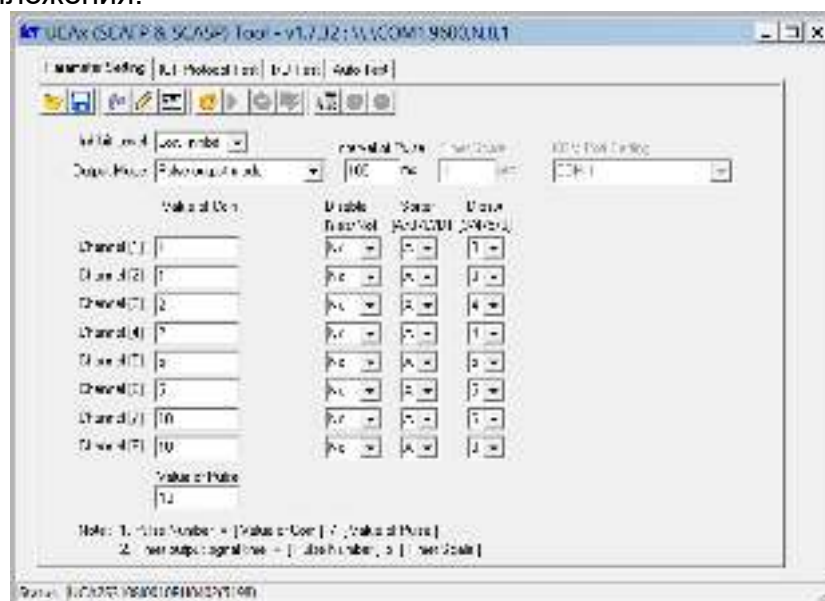

Рисунок 32. Внешний вид окна программы с установленными настройками (приведен пример конфигурации на прием суммы 10 рублей)
3. На ПК установите и запустите приложение для настройки параметров картоприемника ***«UCAx Tools»***. Внешний вид окна приложения показан на рис. 32, связь с монетоприёмником устанавливается автоматически сразу после запуска приложения.
- нажмите кнопку  **Read current version from UCA1**, в строке **Status** будет показана текущая версия ПО – например, *UCA2S3801I0010(5198)* (см. рис. 32);
- в таблице в столбцах **Value of Coin**, **Disable**, **Sorter**, **Dipsw** установите для каналов монетоприемника (от 1-го до 8-го) номиналы монет и соответствующие им параметры, как показано на рис. 32.
5. В поле **Value of Pulse** введите сумму, которую необходимо внести пользователю для прохода (на рис. 32 показан пример суммы в 10 рублей).